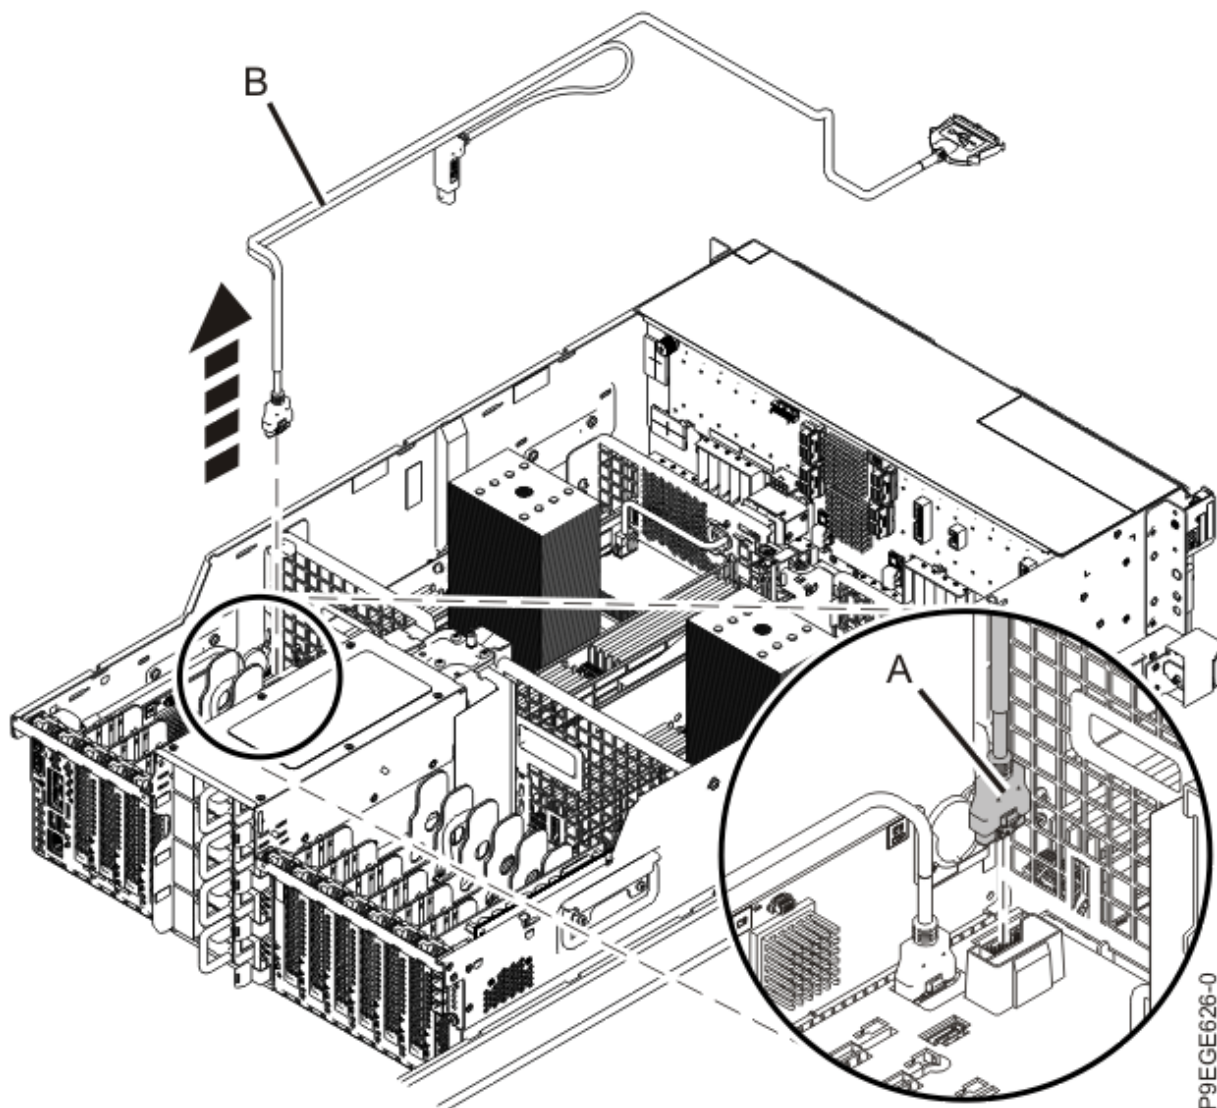

図 13. システム・バックプレーンからの前面 USB ケーブルの取り外し
3. コネクタ **(A)** のラッチ・リリースを押しながら、前面 USB ケーブル **(B)** をシステム・バックプレーンから切り離します (15 ページの図 13 を参照)。